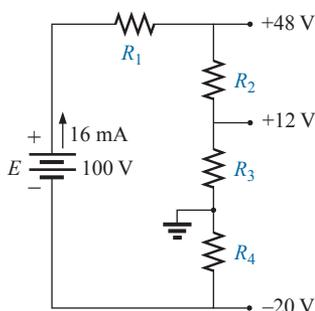

Figura 5.122 Problema 39.
- 39. Determine os valores de R_1, R_2, R_3 e R_4 para o divisor de tensões da Figura 5.122 se a corrente da fonte é 16 mA.